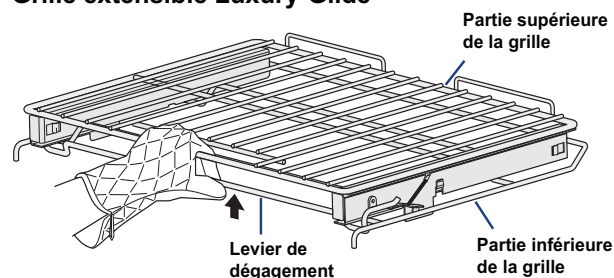

Figure 25 : Grille Luxury-GlideMC et levier de dégagement
**Pour la retirer** - Introduisez votre main dans l'ouverture de la poignée et soulevez le levier de dégagement situé sur la partie avant inférieure de la grille, comme indiqué sur la figure 25.